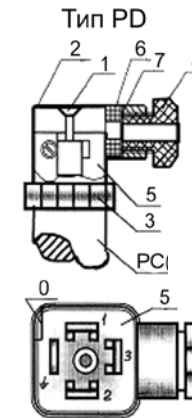

Рисунок 1 – Вид электрического присоединения
8.7 Для электрического присоединения с разъёмом типа PD (штепсельный разъём) (см. рисунок 1) необходимо: